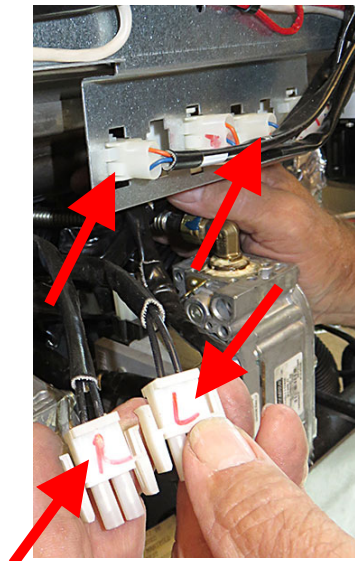

図 26
32. フライヤーの側面にあるコネクタから上限を外します。上限は、コネクタパネルの内側から切断されます。上限は位置（R/L）でマークされています（図 26 を参照）。コネクタを再組み立て用にマークします。